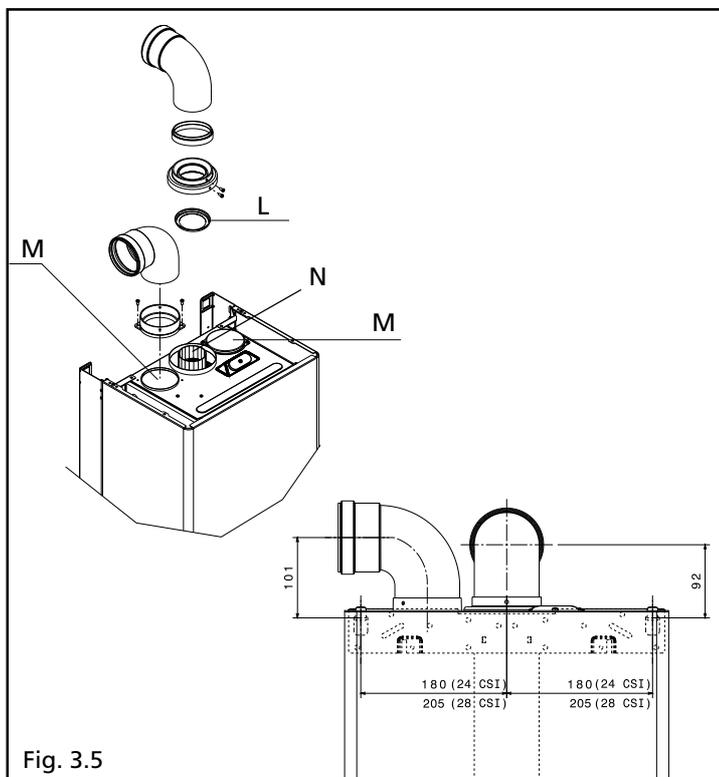

Fig. 3.5
Il condotto di scarico dei prodotti della combustione (N) è indicato in fig. 3.5. Il condotto di aspirazione dell'aria comburente può essere collegato all'ingresso (M) dopo aver rimosso il tappo di chiusura fissato con delle viti.